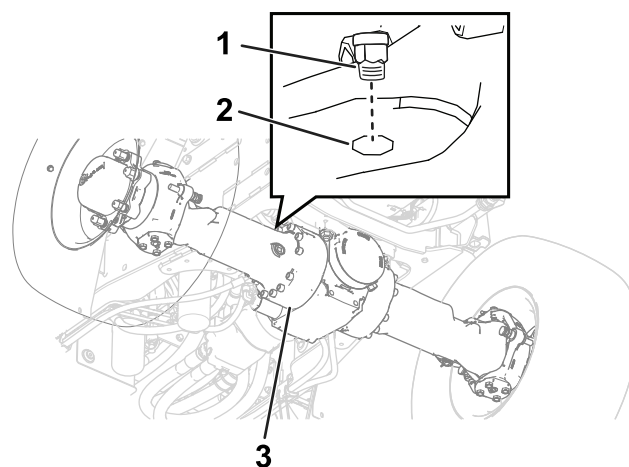
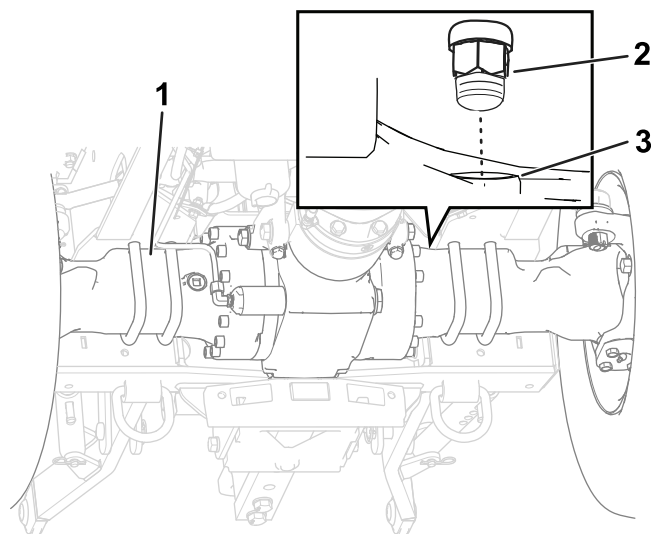

Figura 101
Figura 102
1. Limpie la zona alrededor de los respiraderos con un disolvente de limpieza (Figura 101 y Figura 102).
2. Retire los respiraderos de los ejes delantero y trasero (Figura 101 y Figura 102).
5. Instale los respiraderos en los ejes delantero y trasero (Figura 101 y Figura 102).